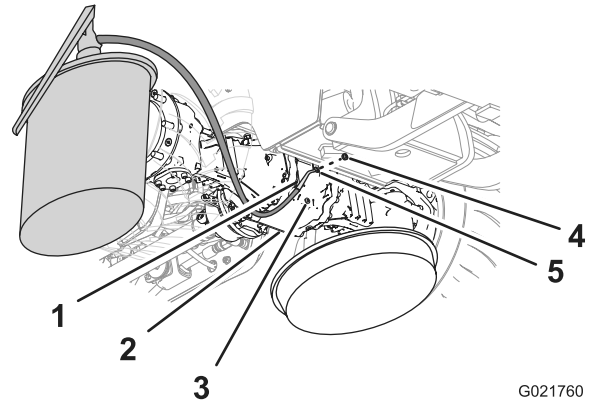
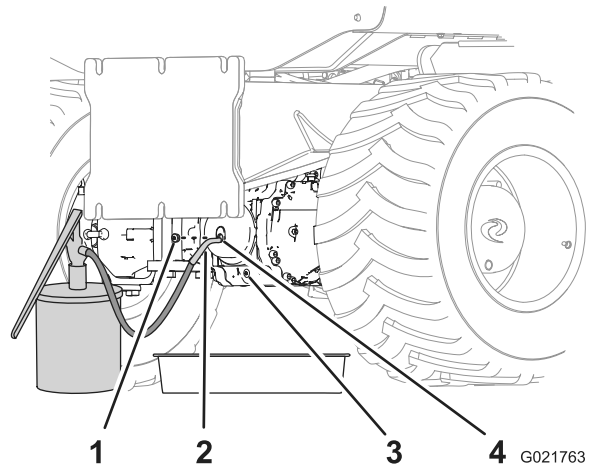

Figure 70
Figure 71
5. Revissez un des bouchons dans l'orifice de vidange (Figure 70 et Figure 71).
6. Remplissez le carter des pignons et le pont avec l'huile spécifiée par l'orifice du bouchon-indicateur jusqu'à ce que l'huile soit au niveau du filetage de l'orifice (Figure 70 et Figure 71).
8. Revissez le bouchon restant dans l'orifice du bouchon-indicateur du carter des pignons (Figure 70 et Figure 71).